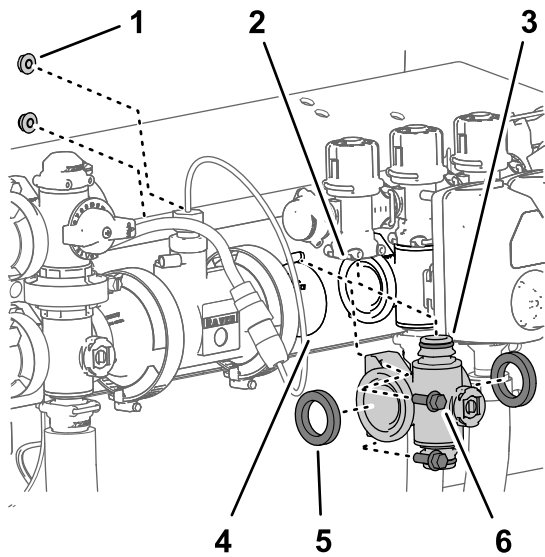
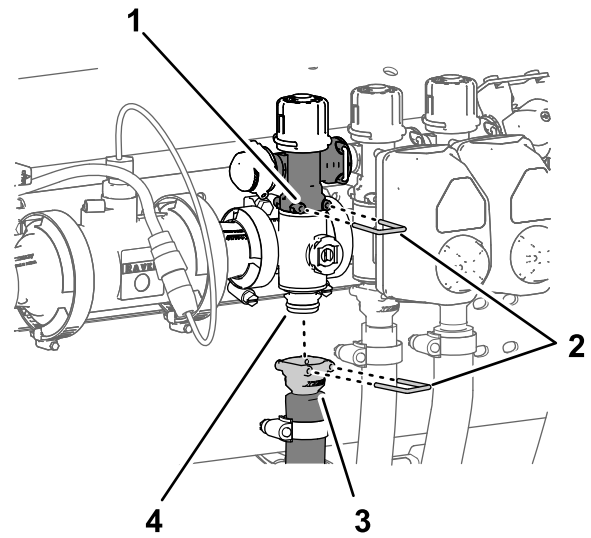

Figura 117
Figura 118
1. Alinee las 2 juntas que retiró en Retirada del distribuidor de sección \(página 85\) con las bridas del distribuidor de la válvula de sección (Figura 117).
2. Alinee la brida del distribuidor de la válvula de sección entre las bridas de las otras válvulas de sección y/o los adaptadores de acoplamiento (Figura 117).
3. Conecte el acoplamiento rápido del distribuidor de la válvula de sección al acoplamiento rápido hembra de la válvula de desvío de sección con una grapa (Figura 117 y Figura 118).
las válvulas (Figura 117) con los 2 pernos con arandela prensada ($\frac{1}{4}'' \times \frac{3}{4}''$) y las 2 tuercas con arandela prensada ($\frac{1}{4}''$) que retiró en Retirada del distribuidor de sección (página 85).
8. Monte el acoplamiento rápido de la manguera de sección en el acoplamiento rápido del distribuidor de la válvula de sección con la grapa (Figura 118).